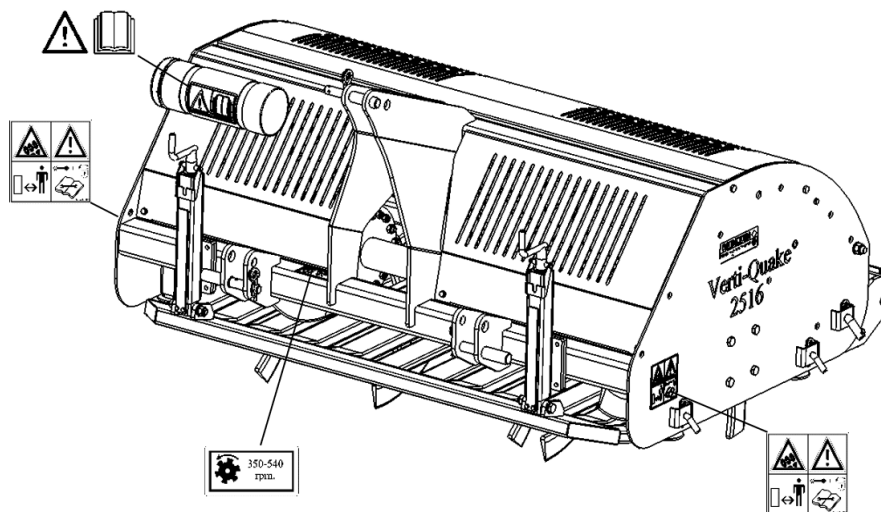

Fig. 6
De part et d'autre du Verti-Quake®, est appliqué sur le panneau latéral un autocollant de sécurité (Fig. 6) de même signification. Cet autocollant de sécurité doit toujours être bien visible et doit être remplacé s'il est endommagé.
- (7) Mise en place des autocollants de sécurité. (Fig 6.)